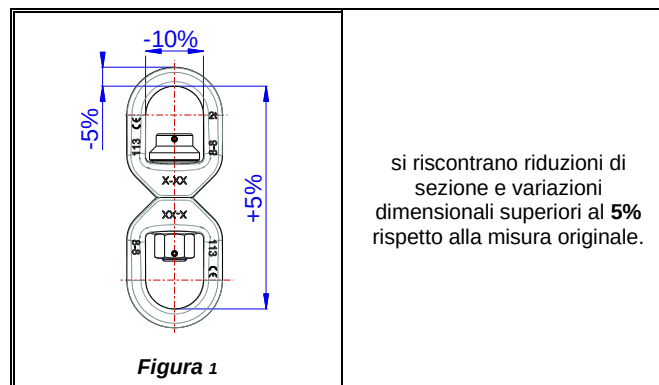

Figura 1
- Controllare la presenza delle marcature e **rilevare e registrare le dimensioni critiche di figura 1.**
- **deformazione:** verificare che l'accessorio non sia deformato misurando con un calibro le dimensioni critiche indicate nella figura 1.
- **usura:** verificare che i punti di contatto non siano usurati misurando con un calibro le dimensioni critiche indicate nella figura 1.